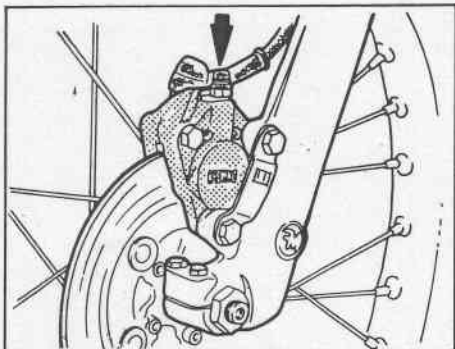

Fig. 17 - Pinza freno anteriore.
- togliere il cappuccio di protezione della valvola di sfiato sulla pinza freno (fig. 17 e 18); (per evitare inutili e dannosi spruzzi di olio, consigliamo di inserire sulla valvola un tubetto di plastica trasparente collegato ad un recipiente qualsiasi);